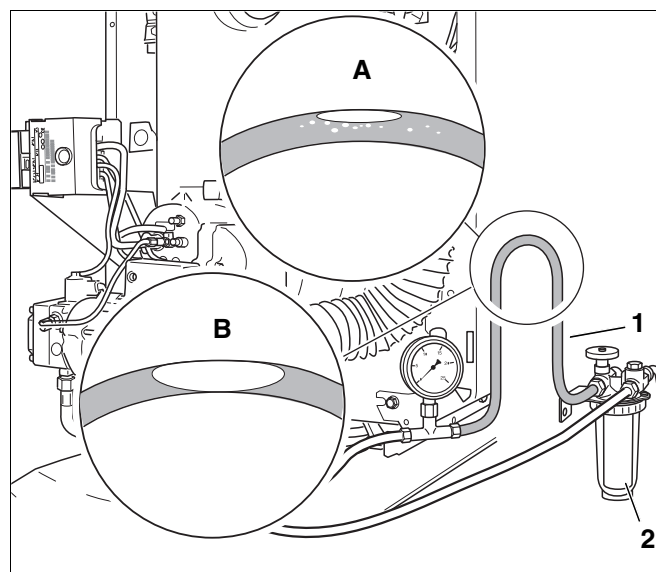

Рис. 37 Вертикальная петля прозрачного шланга
- Соединить прозрачный шланг (Рис. 37, **поз. 1**) со всасывающей линией за топливным фильтром (Рис. 37, **поз. 2**).
- Сделать из прозрачного шланга вертикальную петлю так, как показано на (Рис. 37).
- Проверить размеры воздушного пузырька, образовавшегося в шланге (Рис. 37, **вид А и В**).
Топливопровод достаточно герметичен, если воздушный пузырек в верхней части шланга имеет небольшие размеры (Рис. 37, **вид А**).
Большой воздушный пузырек (Рис. 37, **вид В**) говорит о том, что на всасывающей линии и/или в местах подключений имеются неплотности.